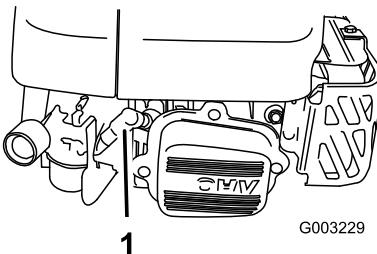

Figura 33
- Staccate il cappellotto dalla candela (Figura 33) prima di eseguire interventi di manutenzione.